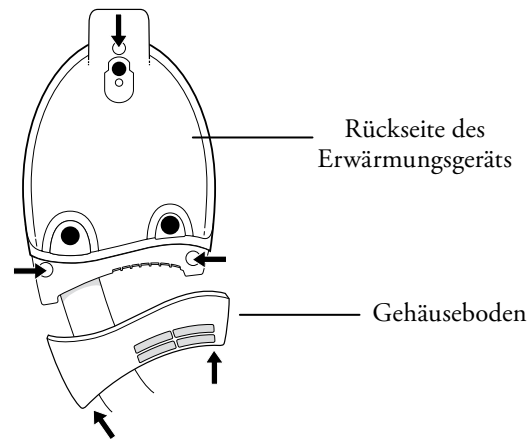

Abb. 12 Entfernen der Gehäuseschrauben.
3. Die drei Schrauben an der Rückseite des Geräts, die das Gehäuse zusammenhalten, entfernen (siehe Abb. 12).